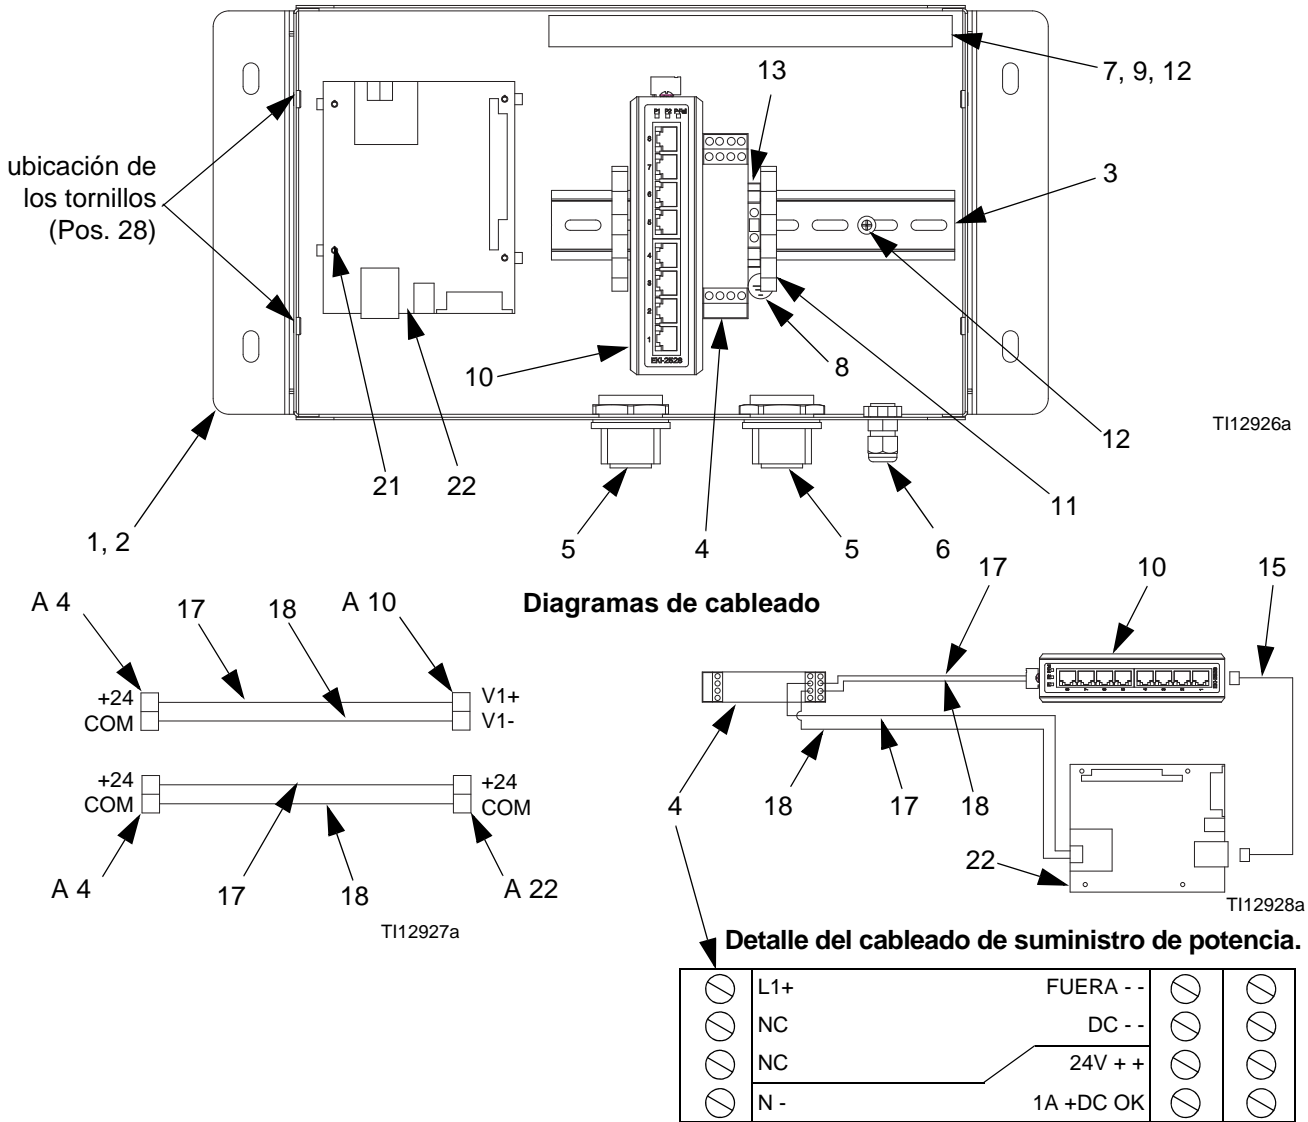

**FIG. 65: Remplace el módulo AWI**
4. Desconecte el cable (15) y los cables (17, 18) del teclado (22) FIG. 65.
5. Retire los tornillos (21) y el teclado (22).
6. Instale el nuevo teclado. Vuelva a conectar el cable (15) y los cables (17, 18).